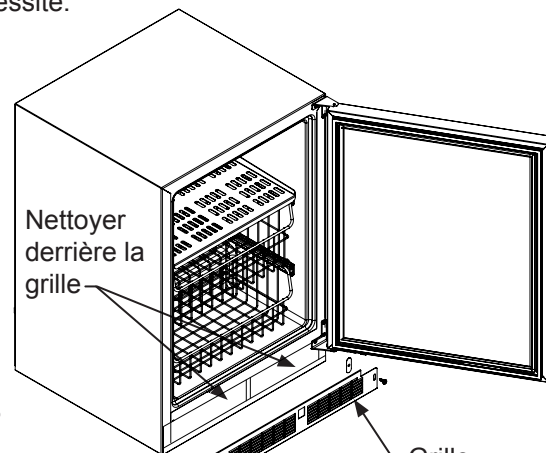

Figure 18
8. Enlevez la grille de protection frontale (voir les Figure 18), et utilisez une brosse et un aspirateur pour éliminer la saleté et les débris de sous l'appareil.